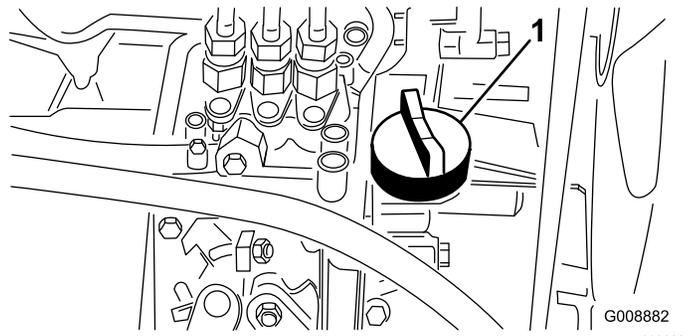

图 53
4. 如果油位较低请取下加油盖 (图 53) 缓慢添加少量机油不时检查油位直至油位达到量油尺上的“已满”标记。